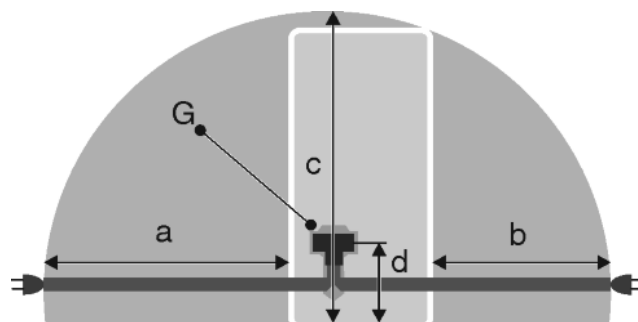

Fig. 23
- Priza se află în afara zonei părții posterioare a aparatului în zona dată Fig. 23 (a, b, c).
- ▶ Cuplați fișa aparatului Fig. 23 (G) pe partea posterioară a aparatului. Acordați atenție fixării corecte în poziție.